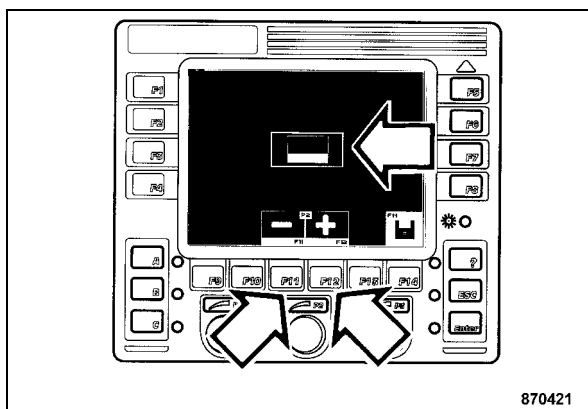

Fig. 114
- Elegira el deseado idioma de la impresora con la tecla "F11" ó tecla "F12" (Fig. 114).